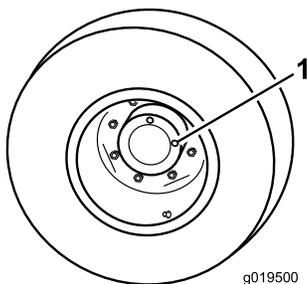

図 63
1. 水平な床面で、点検プラグ (図 63) の 1 つが時計の 12 時を指し、もうひとつが 3 時を指すようにマシンを駐車する。
2. 3 時の位置にあるプラグを外す (図 63)。オイルが点検穴の下ふちまであれば適正である。